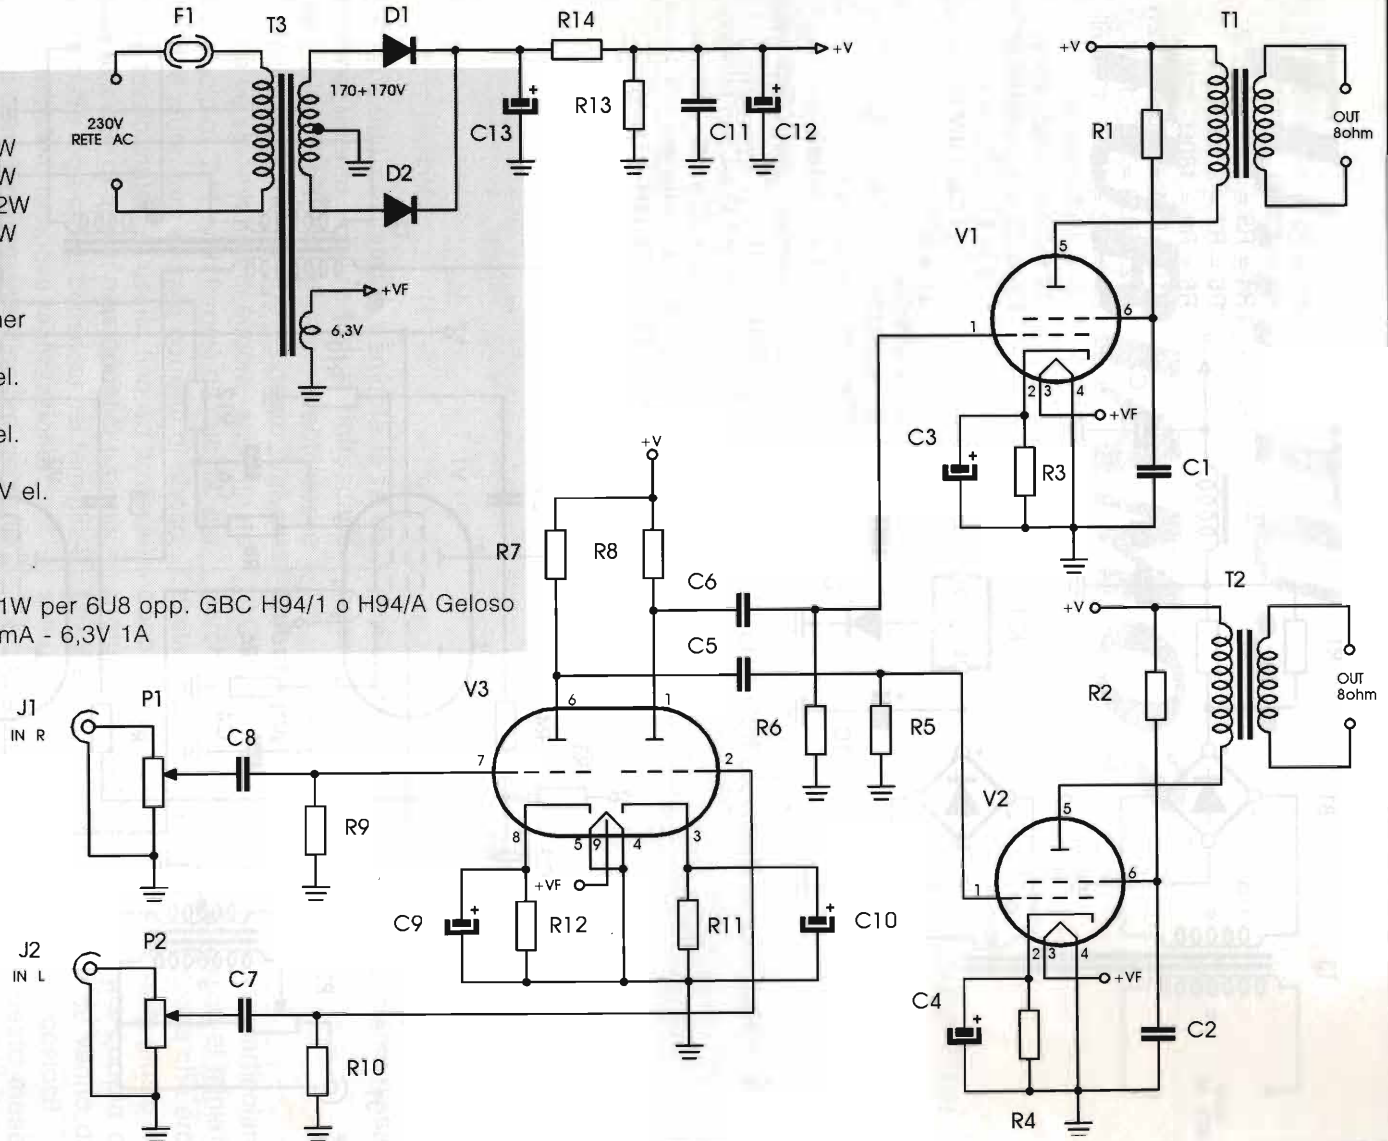

figura 2
**Altro schema e altro giro, questa volta davvero minimalista! (figura 2)**